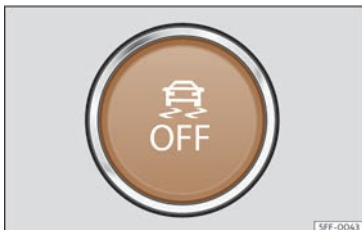

Fig. 118 A la part inferior de la consola central: botó per connectar/desconnectar l'ESC
- L'ESC en mode "Sport" es pot desconnectar i connectar mitjançant una pulsació curta al botó de la consola central >>> **fig. 118**.
- L'ESC es pot desconnectar i connectar mitjançant una pulsació curta al botó de la consola central >>> **fig. 118**.